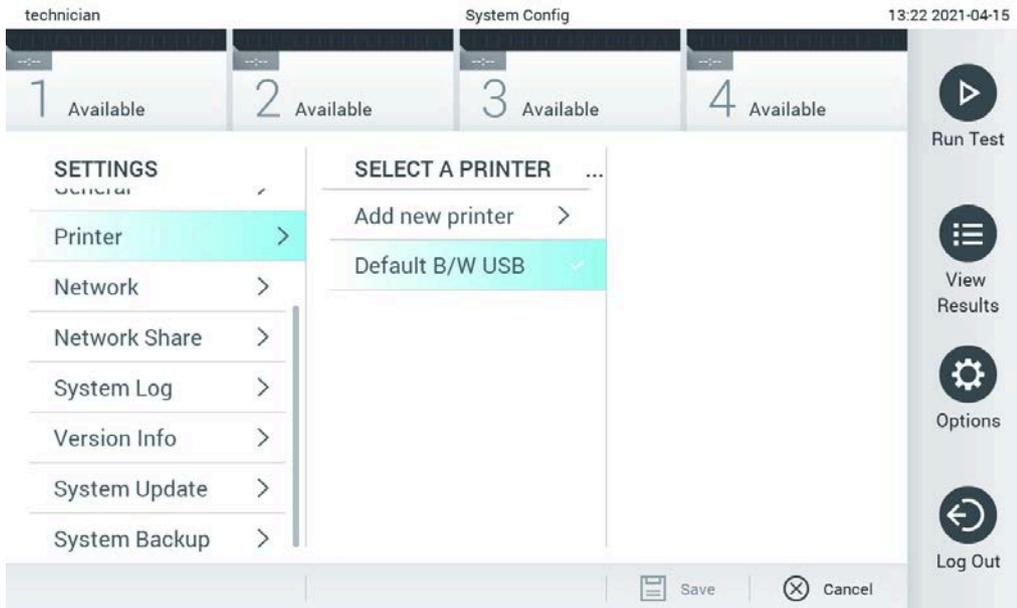

Figure 73. Sélection d'une imprimante système.
3. Sélectionnez une imprimante dans la liste des imprimantes disponibles (Figure 73).